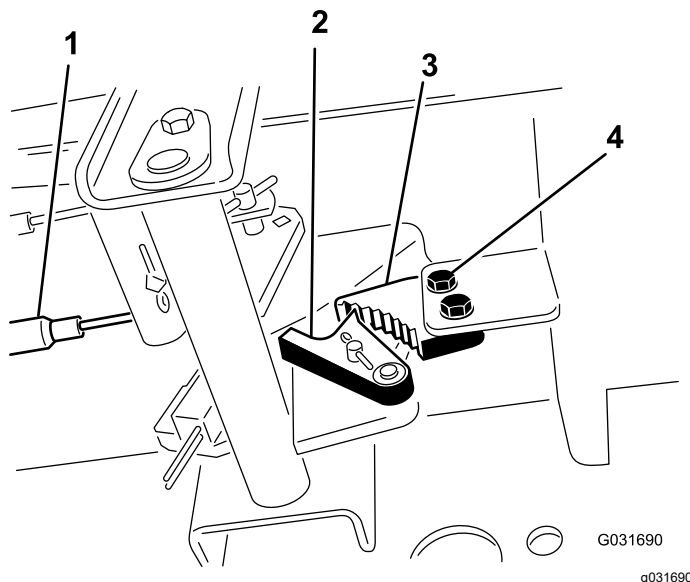

Figura 90
1. Solte os 2 parafusos que prendem a lingueta do travão de estacionamento à estrutura (Figura 90).
2. Carregue no pedal do travão para a frente até o detentor do estacionamento engatar completamente na lingueta do travão (Figura 90).